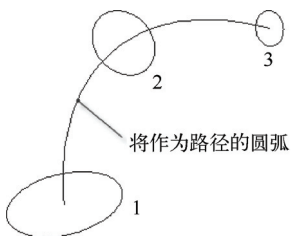

图 14-40 原始图形
- 1 打开“创建放样实体即学即练 2.dwg”文件，该文件中的原始图形如图 14-40 所示。